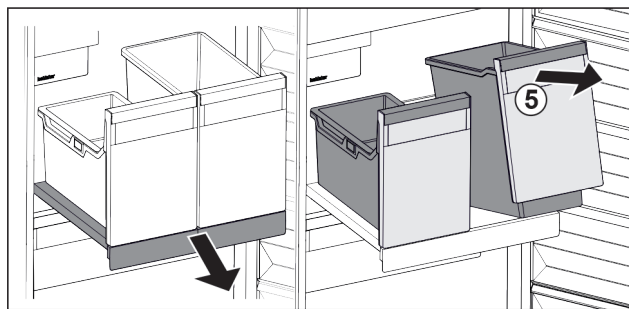

Fig. 104
- Bak Fig. 104 (5) aan voorzijde optillen.